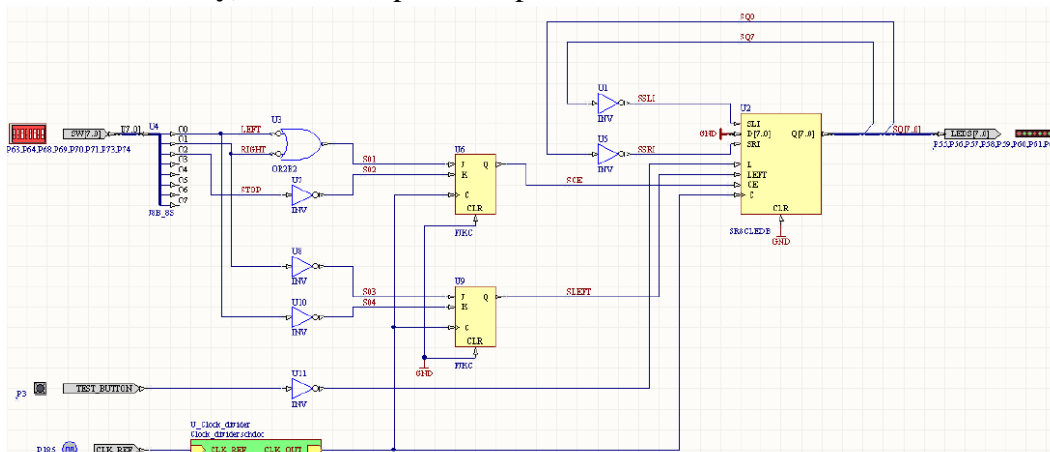

Рис. 7. Схема счётчика с символом подчиненного листа для делителя частоты.
1. Откройте Johnson\_Counter.SchDoc и разместите символ листа схемы для представления подчиненного листа, где будет использован делитель счётчика (см. рисунок 7). Укажите **Place>Sheet Symbol**. Нажмите **TAB** в процессе размещения и введите позиционное обозначение, например, U\_Clock\_divider и имя файла, например Clock\_divider.SchDoc на вкладке **Properties** диалога *Sheet Symbol*. Нажмите **OK** для закрытия диалога, затем укажите позицию символа листа и нажмите для его установки.